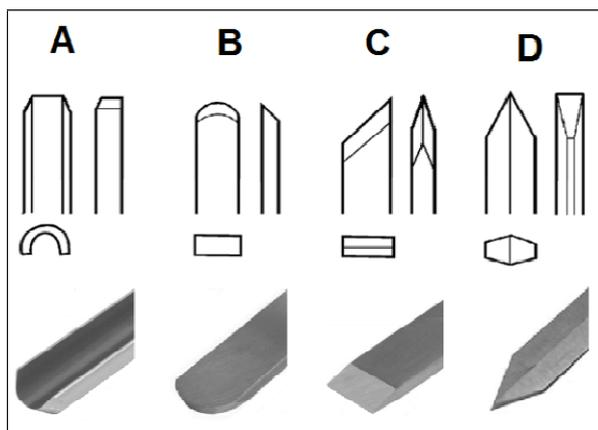
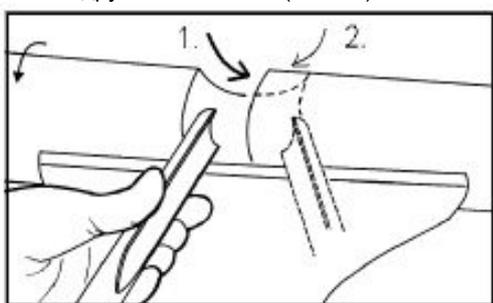
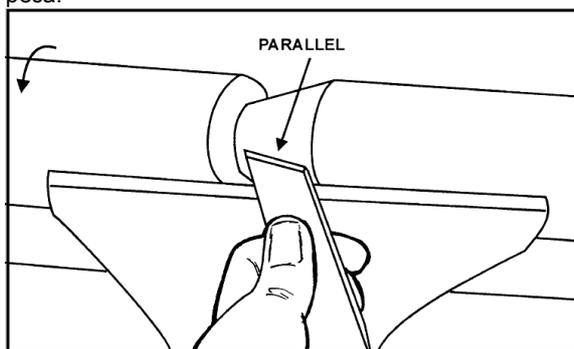

Рис. 9
Рис. 10
Рис. 11
**Трубчатый резец (А, Рис. 9)** применяется для черновой обработки, для вытачивания чаш и тарелок, шеек и других элементов (Рис. 10).
**Шабер (В, Рис. 9)** применяется для наружного и внутреннего калибрования, а также для удаления следов обработки.
**Косой резец (С, Рис. 9)** применяется для проточки V-образных канавок, буртиков и т.д. (Рис. 11). Режущая кромка устанавливается параллельно направлению реза.
**Отрезной резец (D, Рис. 9)** применяется для прямой врезки в заготовку и при отрезке. Также может применяться как шабер и для получения нужного диаметра.